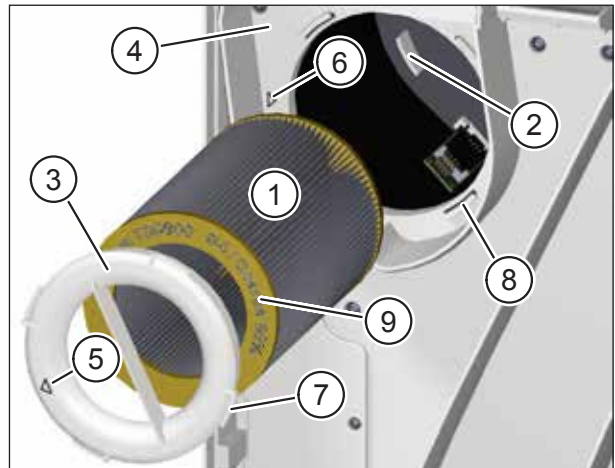

Abb. 22: Neuen Abluftfilter einsetzen
- ▶ Führen Sie den neuen Abluftfilter (Pos. 1 in Abb. 22) vorsichtig in das Lüftungsgerät ein.
- ▶ Achten Sie darauf, dass der Luftfilter in die 3 Haltenasen (Pos. 2 in Abb. 22) an der Rückwand des Lüftungsgerätes gleitet.
- ▶ Setzen Sie den Filterring (Pos. 3 in Abb. 22) auf den Abluftfilter auf. Achten Sie darauf, dass der Filterring plan auf der Zwischenplatte (Pos. 4 in Abb. 22) aufliegt.
- ▶ Drehen Sie den Filterring im Uhrzeigersinn, bis der Pfeil auf dem Filterring (Pos. 5 in Abb. 22) mit dem Pfeil der Arretierposition (Pos. 6 in Abb. 22) fluchtet. Achten Sie darauf, dass die 4 Nasen (Pos. 7 in Abb. 22) am Filterring in den Halterungen (Pos. 8 in Abb. 22) an der Zwischenplatte einrasten.
- Als Abluftfilter darf nur M-WRG-II FS, Art.-Nr. 750000, verwendet werden. Art.-Nr. und Luftfilterklasse sind auf der gelben Endscheibe des Luftfilters (Pos. 9 in Abb. 22) eingepreßt.